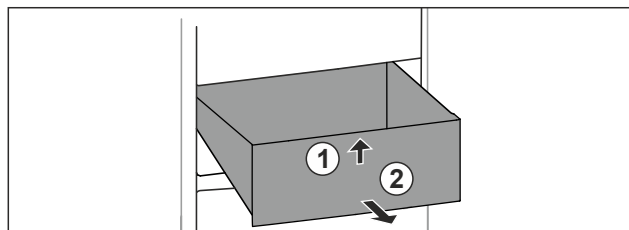

Fig. 68
- ▶ Lyft upp låda framtill. Fig. 68 (1)
- ▶ Ta ut låda genom att dra den framåt. Fig. 68 (2)